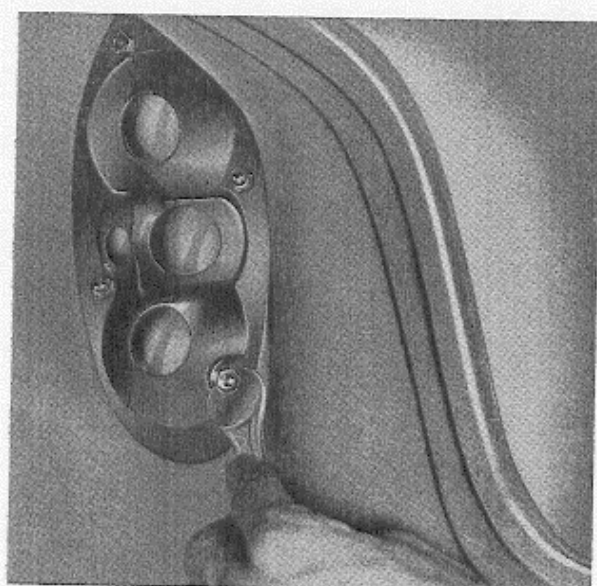

Abb. 91 Zerlegung der Rückleuchte
1. Die vier Muttern auf der Innenseite des Kofferraumes lösen, siehe Abb. 91.